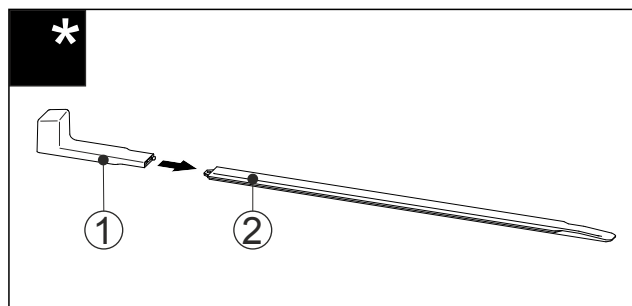

Fig. 60
- ▶ Natakните montažnu ručku Fig. 60 (1) na tračnicu za niveliranje Fig. 60 (2).